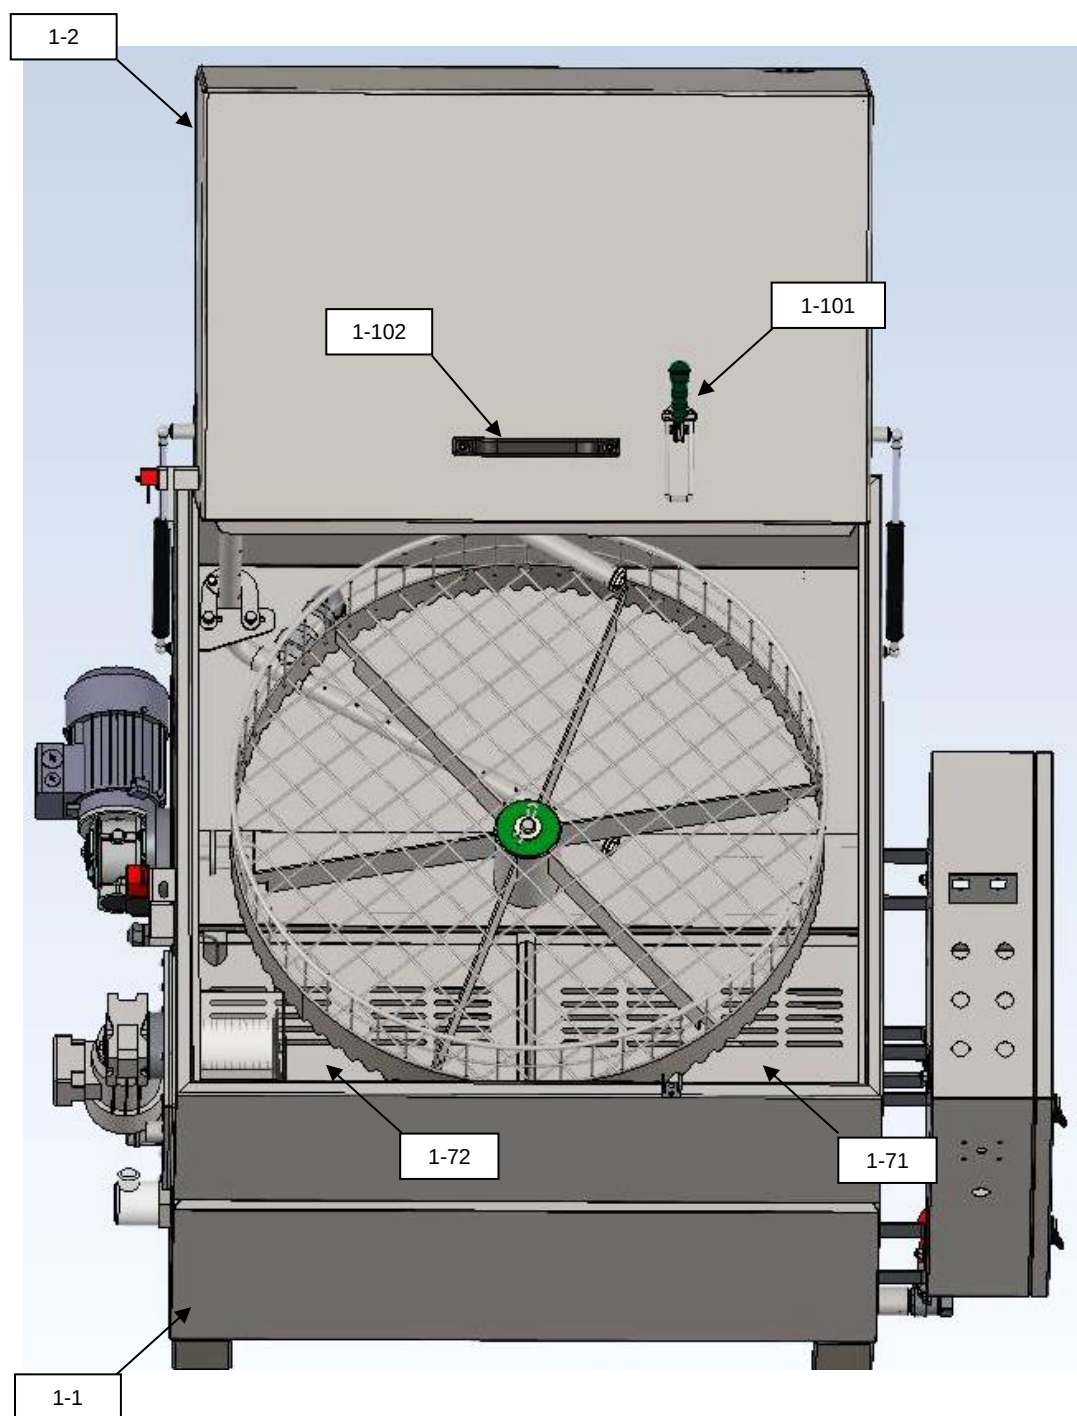
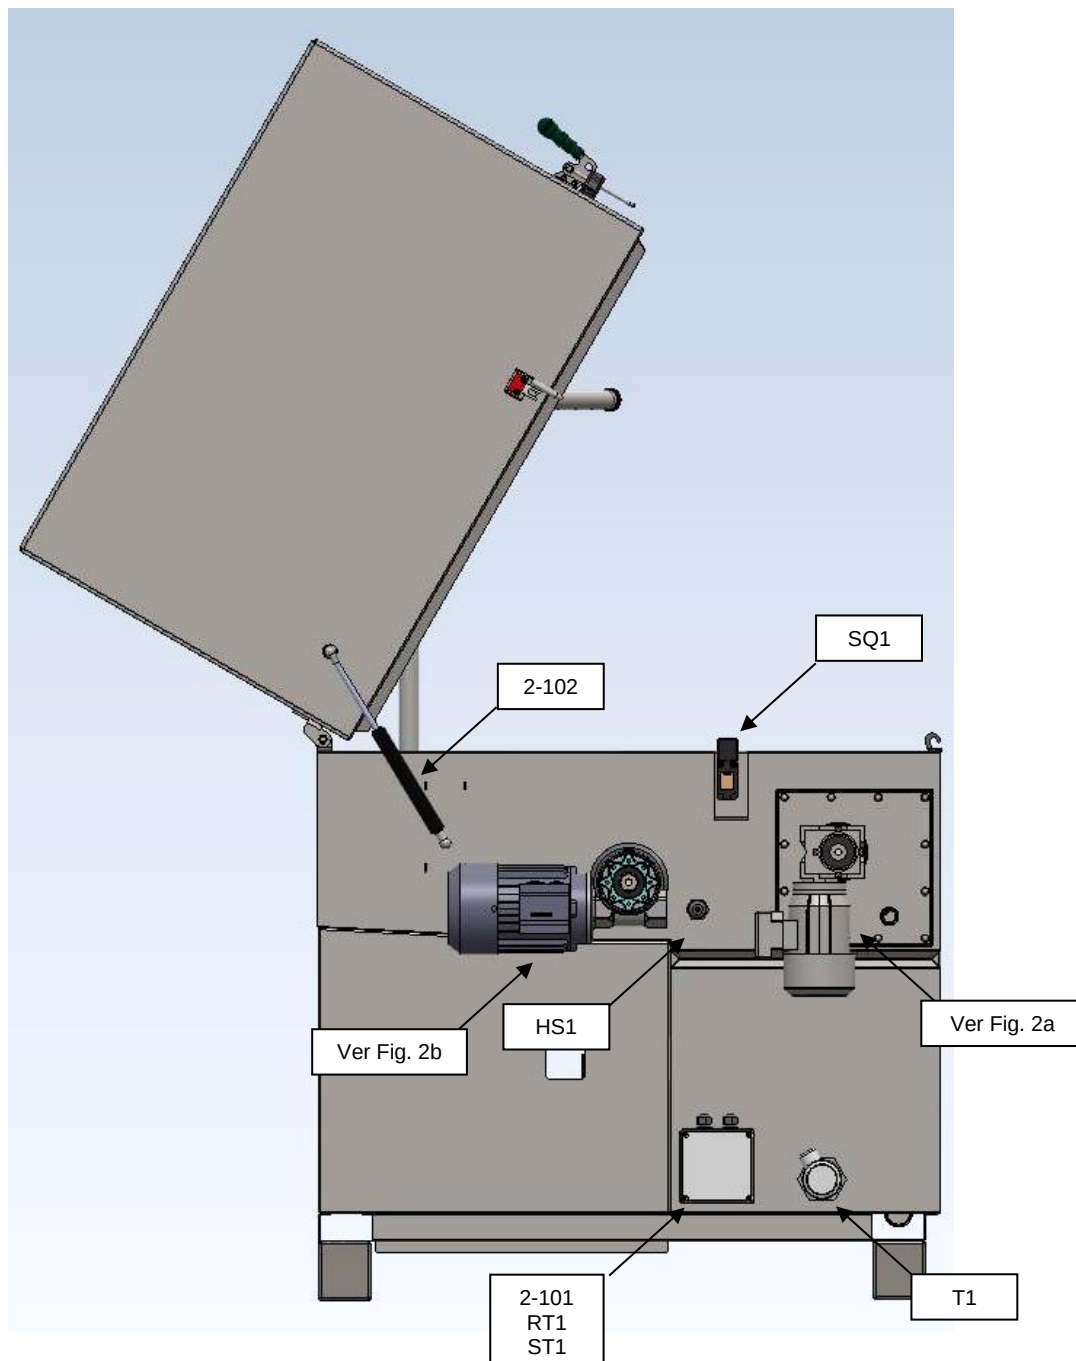

Fig. 1 Vista da frente da máquina
Fig. 2 Vista do lado esquerdo da máquina
O operador controla manualmente a abertura e o fecho da tampa. A tampa evita a abertura espontânea através de uma fechadura, a chamada alavanca de fecho frontal; ver na Fig. 1 (pos. 101). Uma pega é aparafusada à tampa para facilitar o seu manuseamento (pos. 1-102). Os suportes de gás com amortecer são instalados entre a tampa e o grupo de trabalho para aliviar o peso da tampa, ver na Fig. 2, 4 (pos. 2-102). As dobradiças dos suportes estão fixas aos pinos soldados na parede do grupo de trabalho e na tampa.
- O quadro elétrico, ver na Fig. 1 e 4 (pos. 4-1), é constituído por um armário de aço inoxidável com uma porta aberta fixa por duas fechaduras (pos. 4-103) que protegem o operador da máquina de contacto acidental com circuitos elétricos energizados. Um vedante (pos. 4-61) é inserido entre a porta e o armário para proteger as partes internas do armário contra a entrada de água. Há um interruptor principal na parte da frente.
- Junto ao elemento de aquecimento, é fixa uma caixa elétrica à parede do grupo de trabalho, ver Fig. 2 (pos. 2-101), e nela passa um tubo com um sensor de temperatura líquida (pos. RT1) através da parede do grupo de trabalho, que mantém a temperatura do líquido de lavagem no valor definido. Juntamente com o sensor, uma sonda de fusível térmico (pos. ST1) está localizada no depósito. Faz parte dos circuitos de segurança da máquina. Se a regulação falhar, a temperatura líquida começa a subir perigosamente. Quando se ultrapassam 95 °C, o fusível térmico é violado, interrompendo a alimentação elétrica para o elemento de aquecimento e o aquecimento adicional do líquido é interrompido. Quando a temperatura baixar, o fusível térmico permanece aberto e deve ser repostado manualmente uma vez corrigida a falha.
- O sensor de nível mínimo, ver na Fig. 2 (pos. HS1), faz parte dos circuitos de segurança da máquina. Quando o nível de líquido desce abaixo do limite de segurança, o chamado relé de nível interrompe o processo de lavagem ou impede o seu arranque.
- Um interruptor de segurança da tampa, ver na Fig. 2 (pos. SQ1) é instalado entre a tampa e o grupo de trabalho, a fim de reforçar a segurança do pessoal de funcionamento durante os processos tecnológicos de lavagem. Quando se desliga, o circuito de segurança termina o ciclo em curso e, quando a tampa é aberta, o interruptor bloqueia o arranque acidental da máquina.